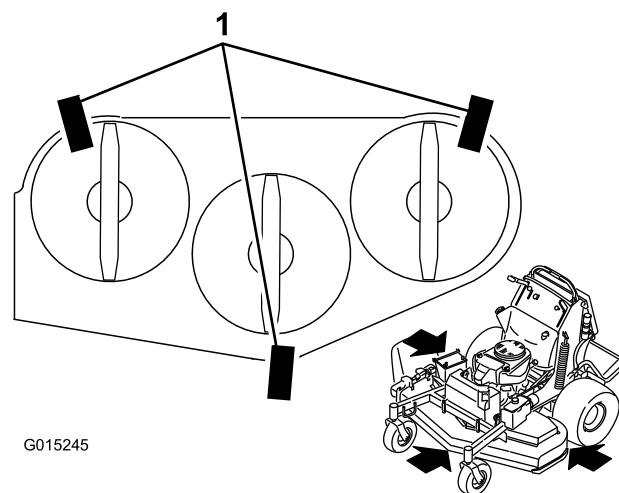

Bild 86
1. Legen Sie 3 Holzstücke (2x4) unter das Mähwerk, siehe Bild 86.